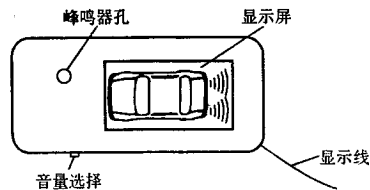

Fig.7
3. 4. 2 显示盒式样如图7，应放于司机倒车时便于观察的位置，如图5用附件袋内的双面胶贴粘牢，超声眼电线与电源及外显示线应分别插入主机的超声脉插座和电源线及外显示器插座内。根据车辆内部布线安排，将电线从车后穿入驾驶舱，尽可能从车厢引线槽内通过，拐弯与穿过车厢处要用套管或胶带保护防止压破。